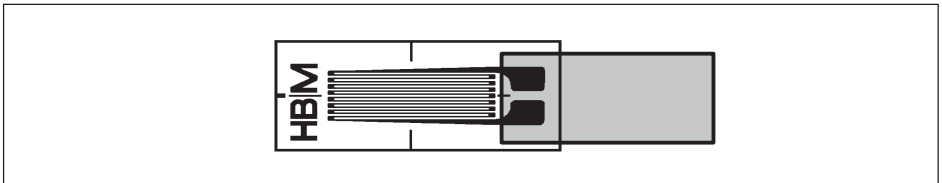

Abb. 5.1 Scharnierartige Verbindung bei DMS ohne Anschlussbändchen
- ▶ Legen Sie den DMS auf die Messstelle und richten Sie ihn vorsichtig aus. Pressen Sie es nun mit der Pinzette fest auf das Messobjekt. Auf diese Weise stellen Sie eine scharnierartige Verbindung mit einem Stück Klebeband her, wie in *Abb. 5.1* gezeigt.